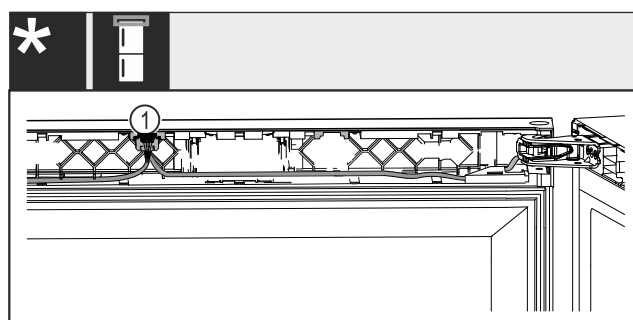

Fig. 64 Комбинации из холодильника для вина и морозильника*
- ▶ Зафиксируйте штекер Fig. 64 (1) в направляющей.* Для всех устройств: